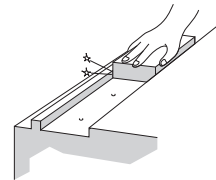

Abb. 6 Montagefläche reinigen
- (1) Die Montagefläche mit einem Ölstein abziehen, sowie Grate, Unebenheiten und Schmutz entfernen (siehe Abb. 6).